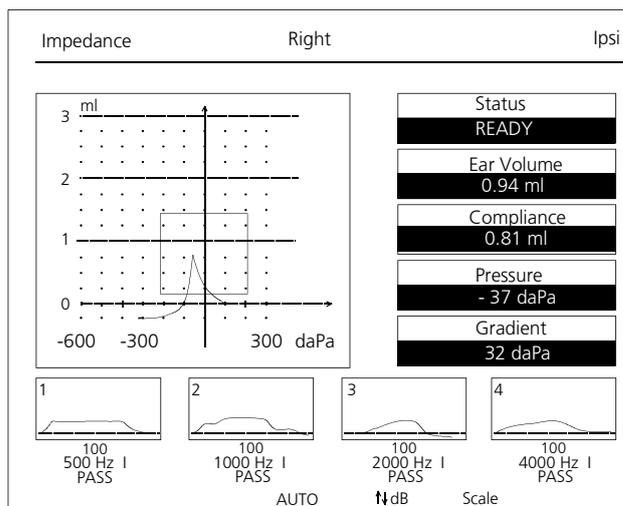

Figura 23 Esempio di un timpanogramma normale con risultati del riflesso ipsilaterale
Eseguire la misurazione come descritto nel capitolo 4.4 "Misurazione del timpanogramma". Il riflesso stapediale viene misurato dopo la misurazione del timpanogramma. Durante la misurazione del riflesso stapediale, il cambiamento della conformità viene rappresentato in tempo reale sullo schermo LCD ⑤. Quando la valutazione è terminata, le curve del cambiamento di conformità a 500 Hz, 1.000 Hz, 2.000 Hz e 4.000 Hz sono mostrate in quattro grafici separati in fondo alla schermata di misurazione (consultare la figura 23). Al di sotto di ciascuna curva è possibile consultare il livello di valutazione a cui il riflesso stapediale è stato registrato in maniera automatica. Questo viene indicato da SUPERATO al di sotto della frequenza. Se non è stato rilevato alcun riflesso, viene riportato NR (NON RILEVATO) e il livello massimo.
Nell'esempio in figura 23, per 500 Hz è stato registrato un riflesso stapediale a 100 dB_{HL} e per 4 kHz a 100 dB_{HL}. Se non è stata registrata alcuna soglia di riflesso, l'informazione **NR** appare al di sotto della frequenza.